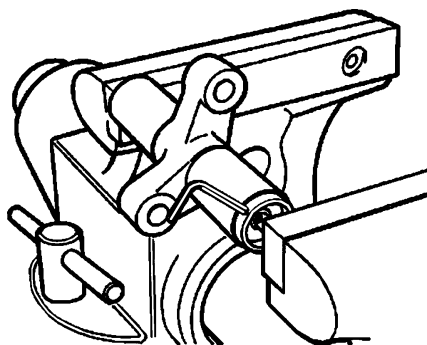

图 16-27 压缩正时带张紧器并插入锁止销
- 3) 如图 16-27 所示, 用台虎钳慢慢压缩正时带张紧器, 直至将正时带张紧器完全压缩 (操作过程约持续 5min 左右), 然后用锁止销插入, 将正时带张紧器保持在压缩状态。